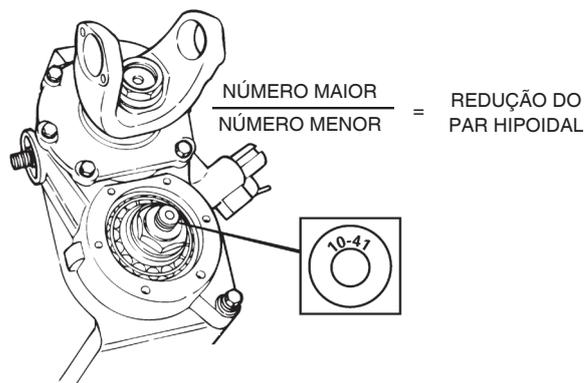

Figura 4.19
2. Olhe dentro da caixa do diferencial. Identifique e anote o número de dentes da coroa e pinhão estampados na extremidade do pinhão. Figura 4.19.
3. Calcule a redução do Par Coroa e Pinhão dividindo o número maior pelo número menor. Figura 4.19.